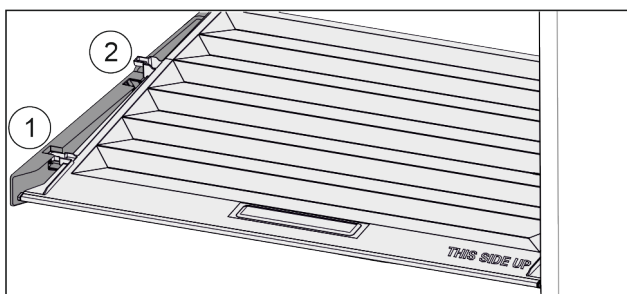

Fig. 161
- ▶ Pokrov povlecite naprej *Fig. 161 (1)* do odprtine v držalnih delih.
- ▶ Zadaj ga od spodaj dvignite in odstranite *Fig. 161 (2)* navzgor.